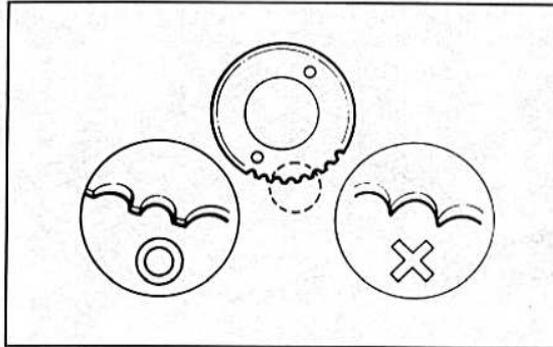

Bild 123
- Den Pleuellagertrieb auf OT 1. Zylinder drehen. Dazu die Marken am Pleuellagertrieb verwenden. Am Pleuellagergehäuse die Verschluss-Schraube entfernen und die Marken zum Fluchten bringen (Bild 123).